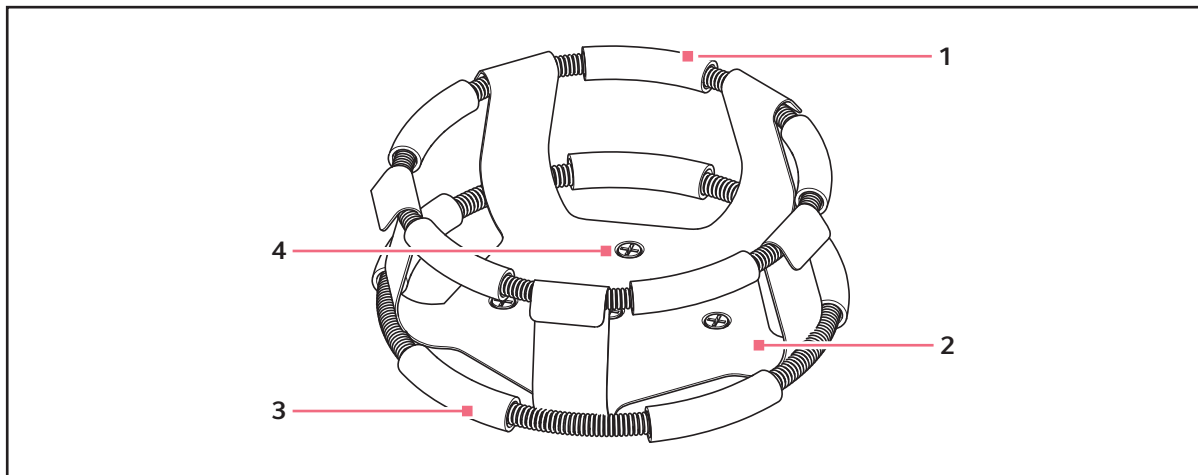

Рис. 8-3: Установка двойного кольцевого зажима
2. Разместив первое кольцо (в состоянии на момент поставки) на верхней части корпуса зажима (см. рис. 8-3 на стр. 43), вставьте пустую колбу в зажим.